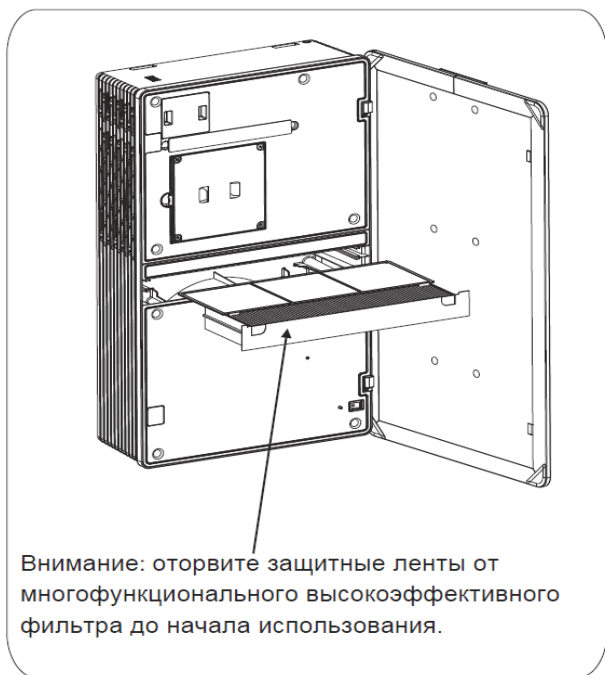
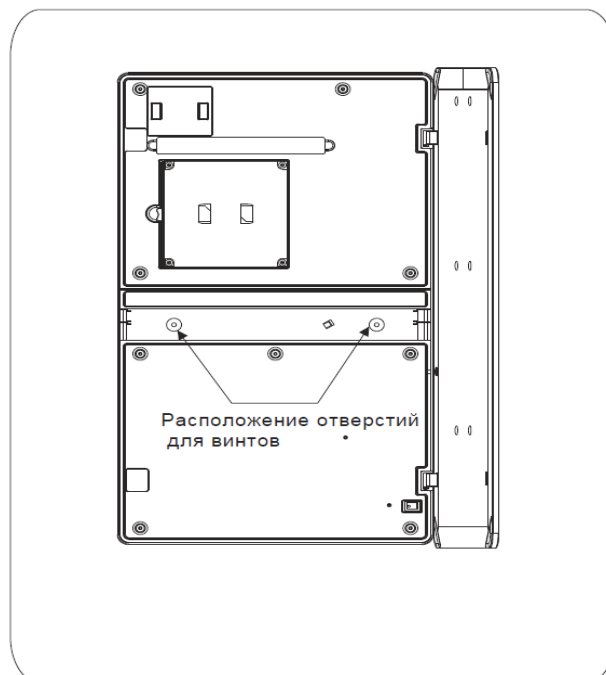

Рис. 10. Извлечение фильтра
Рис. 11. Фиксация корпуса
5.3.2 Откройте дверцу очистителя, затем извлеките модуль многофункционального высокоэффективного фильтра (рис. 10). Используйте два винта M5 2 x 40 для фиксации корпуса (рис. 11). Вставьте фильтр обратно и закройте.